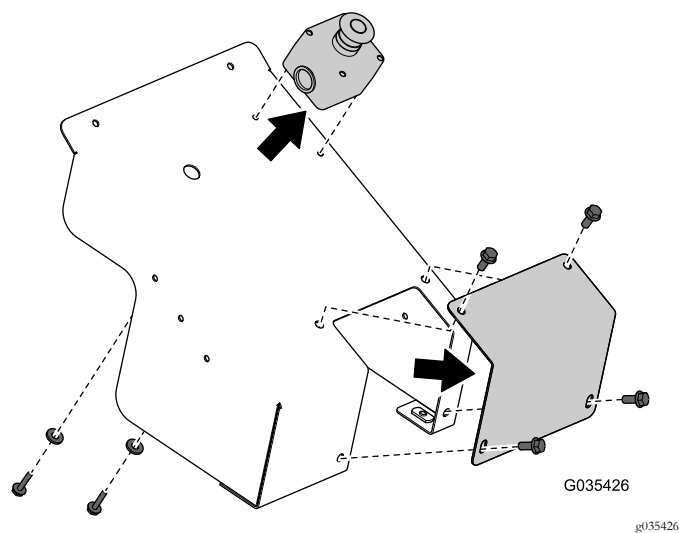

Bild 2
6. Nehmen Sie die E-Stopp-Taste und die Abdeckung der manuellen Übersteuerung von der Abdeckung ab, wie in Bild 2 abgebildet.